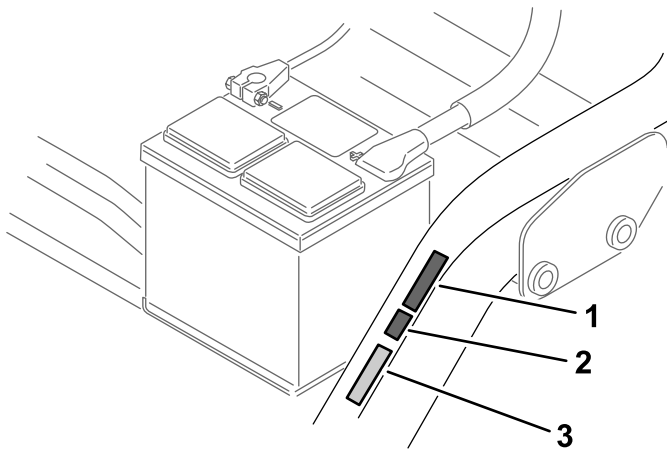

Рисунок 16
- Приклейте наклейку с маркировкой CE рядом с табличкой с серийным номером (Рисунок 16).
- Приклейте наклейку CE, указывающую год выпуска, рядом с наклейкой с маркировкой CE (Рисунок 16).